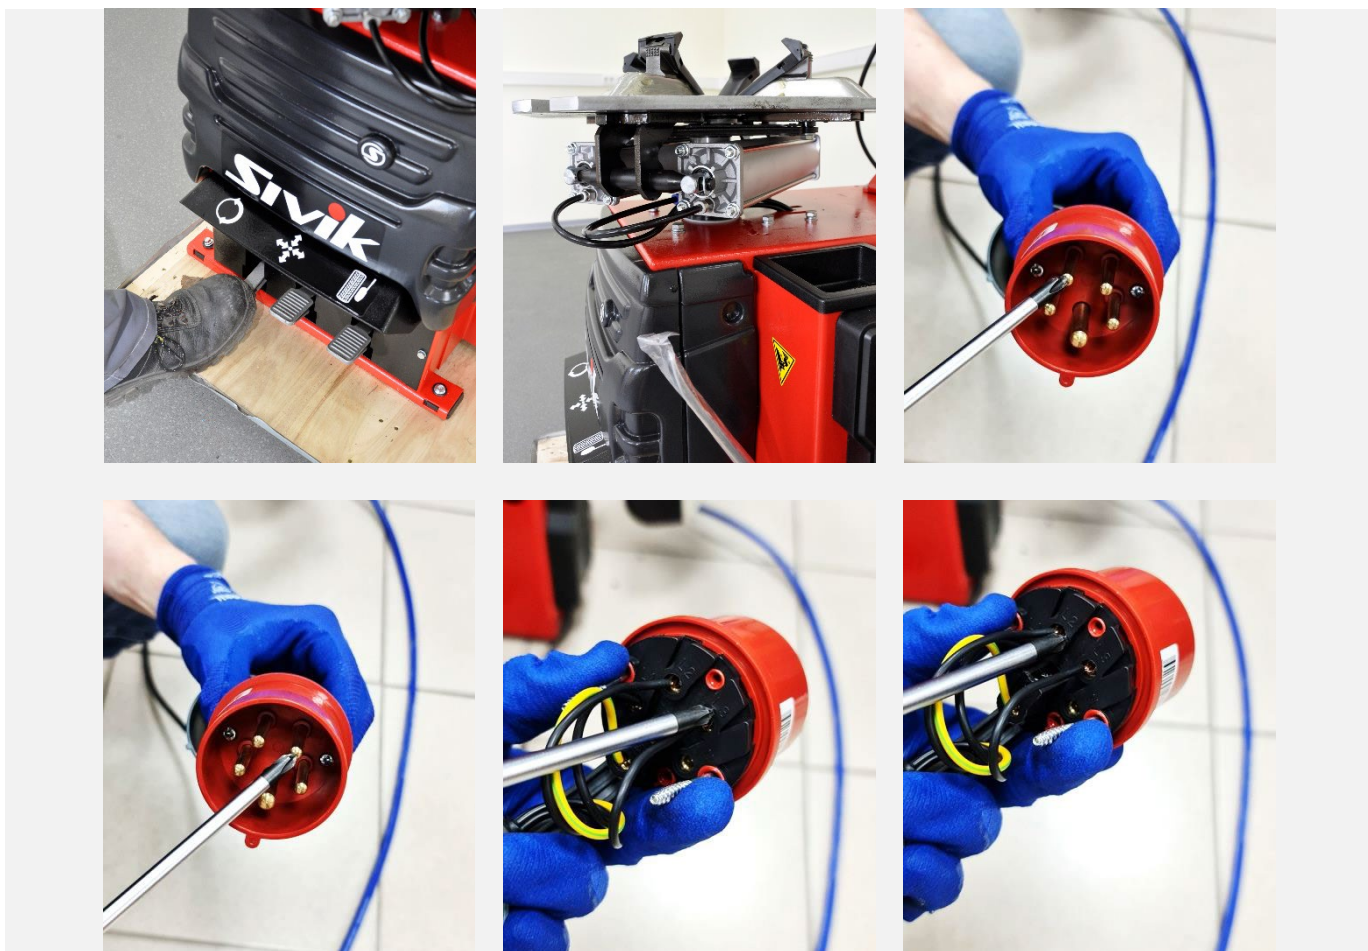

Рисунок 20
8.2.2 Нажать педаль вращения мотора и убедиться, что поворотный стол машины вращается по часовой стрелке. Если поворотный стол вращается в обратную сторону, то необходимо поменять местами два любых фазных провода в электрической вилке (см. Рисунок 20).